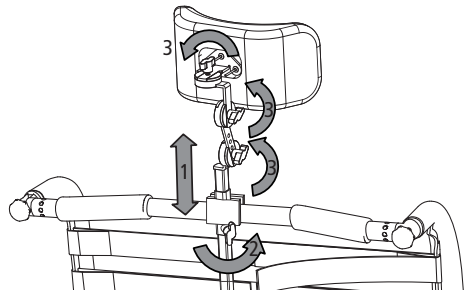

Abb. 48
1. Die Kopfstütze in die gewünschte Position schieben (1, Abb. 48).
2. Die Flügelverschraubung festziehen (2, Abb. 48), um die Kopfstütze zu verriegeln.
1. Lösen Sie die vier Flügelverschraubungen (2+3, Abb. 48).
3. Ziehen Sie die Flügelverschraubungen fest (2+3, Abb. 48).